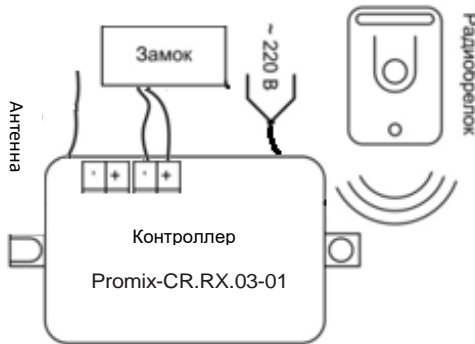

Рис.32. Схема подключения контроллера
5. Подключить провод замка Promix-SM131.10 к контроллеру согласно схеме (см. рис. 32). (Подробнее см. раздел "Подключение и программирование контроллера" в Руководстве по установке контроллера).